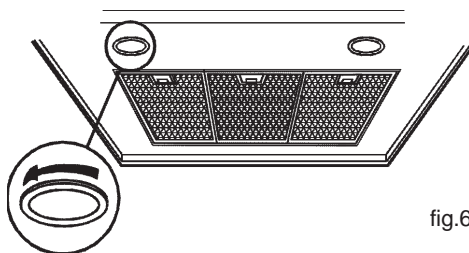

fig.6
2. Dévissez la bague dans le sens contraire aux aiguilles d'une montre et ôtez l'ampoule (fig.6).